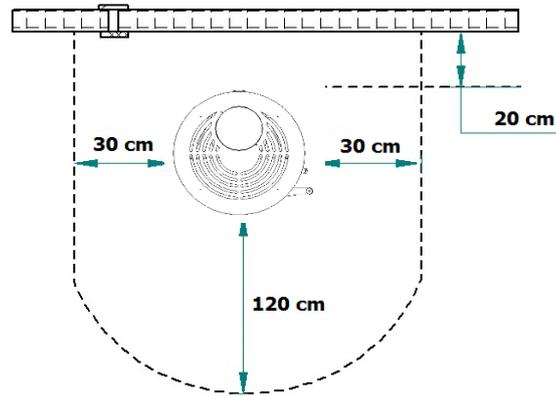

Figure 28 - Distances minimales de sécurité
* N'utiliser aucun matériel combustible à proximité des parois du poêle à bois. Respecter la distance de sécurité de 20 cm au dos, de 30 cm aux cotés et de 120 cm devant (Figure 28) ;